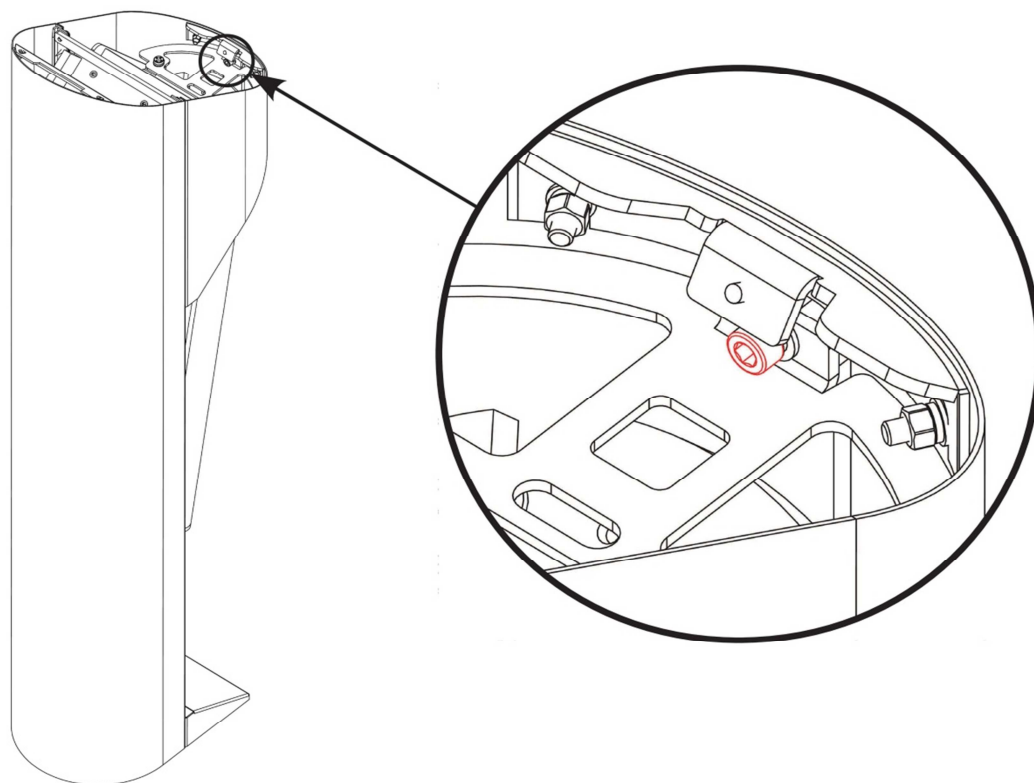

Рис. 9
- отверните винт М6 ГОСТ11738-84 (рис. 9);